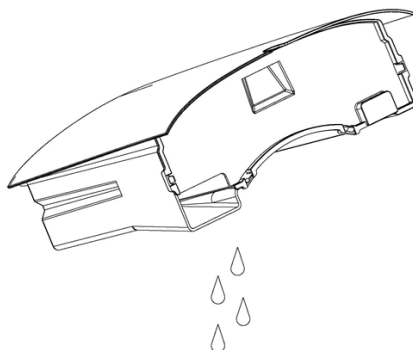

Рисунок 5
2. Удалите скопившуюся воду (рисунок 5)